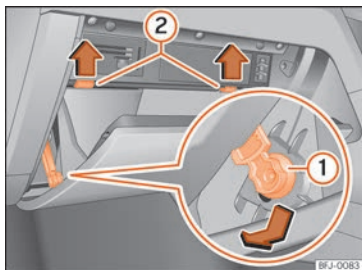

Fig. 103 Boîte à gants (volant à droite) : accès à la boîte à fusibles.
- Placez l'élément de freinage »» fig. 103 ① dans l'orifice du support jusqu'en bas et retirez-le vers un côté.
- Appuyez sur les pivots de butée »» fig. 103 ② vers le haut dans le sens des flèches tout en ouvrant davantage la boîte à gants.
» fig. 103 ②.
① ATTENTION